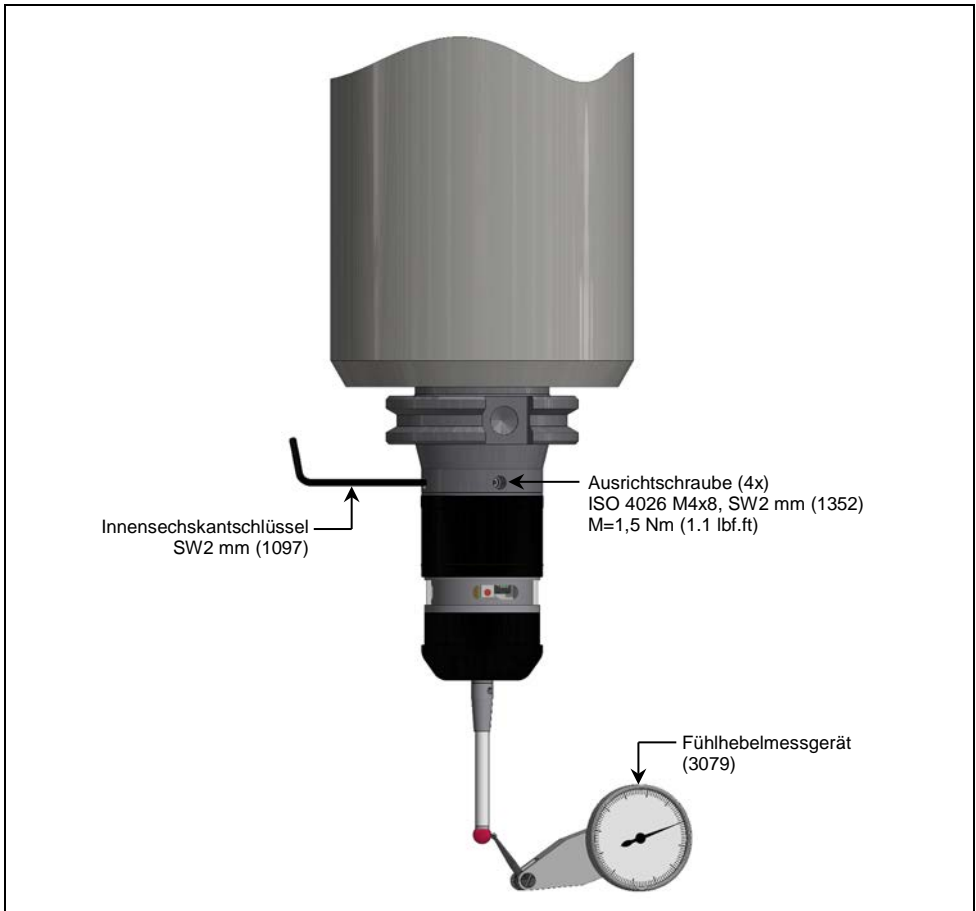

Abb. 9 Taststift ausrichten zur Spindelmitte
1. Hebel des Fühlhebelmessgeräts auf die Taststiftkugel aufsetzen (Abb. 9).
3. Messtaster mittels der 4 Ausrichtschrauben (Abb. 9) auf  $<5 \mu\text{m}$  ausrichten. Immer zwei gegenüberliegende Ausrichtschrauben verwenden, um den Taststiftmittelpunkt in eine bestimmte Richtung zu bewegen.